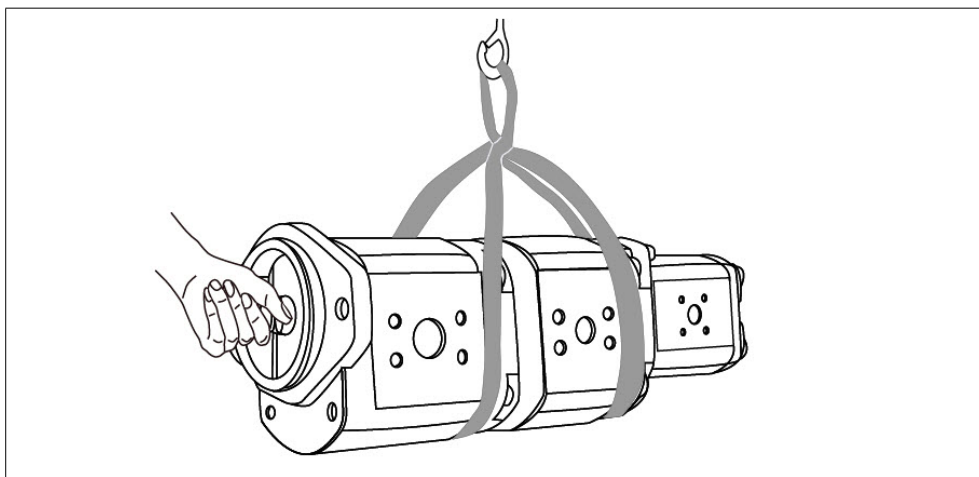

Fig. 5: Trasporto con nastro di sollevamento
- ▶ Sistemare il nastro di sollevamento attorno all'unità ad ingranaggi esterni in modo che esso non scorra su componenti (ad es. valvole) e che l'unità ad ingranaggi esterni non venga agganciata a componenti (vedere fig. 5).